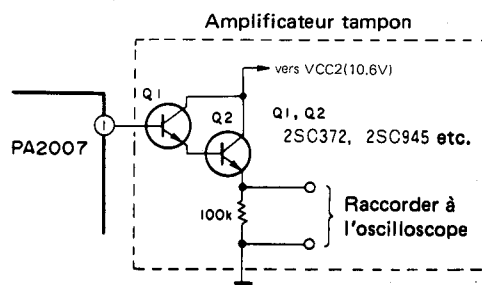

Fig. 11-3 Raccordement de l'amplificateur tampon
4. Raccorder l'amplificateur tampon à la broche ① de IC1 PA2007 sur la carte de circuit imprimé du circuit moteur, comme indiqué à la Fig. 11-3, et raccorder la sortie à un oscilloscope.